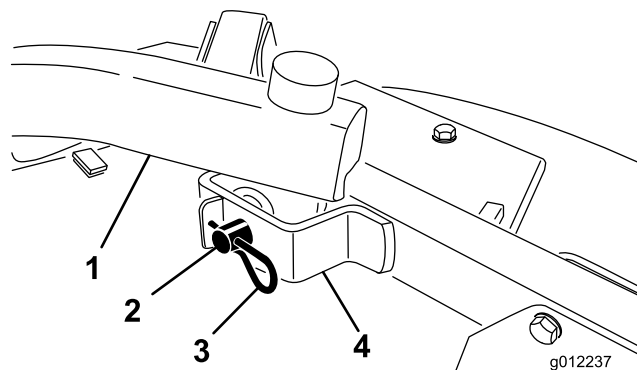

図 24
4. 昇降アームをキャストアームブラケットに固定しているヘアピンコッターとクレビスピンを外す(図 24)。